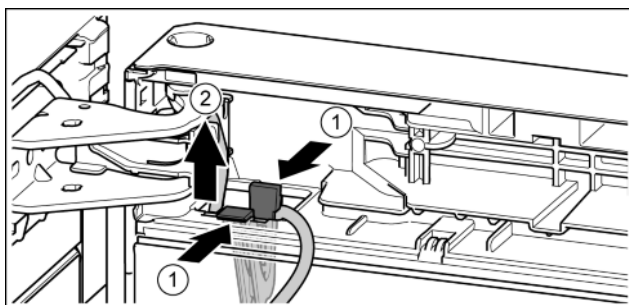

Fig. 22
- ▶ Нажать на соединительную накладку. Fig. 22 (1)
- ▶ Вынуть держатель кабеля с закрепленным на нем кабелем. Fig. 22 (2)